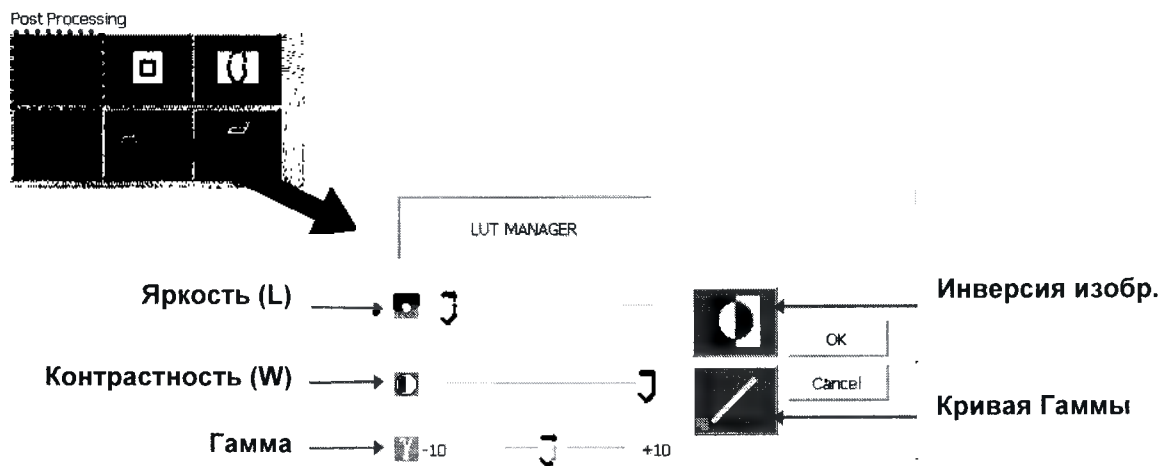

Рисунок 107
9.5.13.2.2 Для регулировки яркости и контрастности используйте команды в меню **LUT MANAGER** (см рисунок 107).